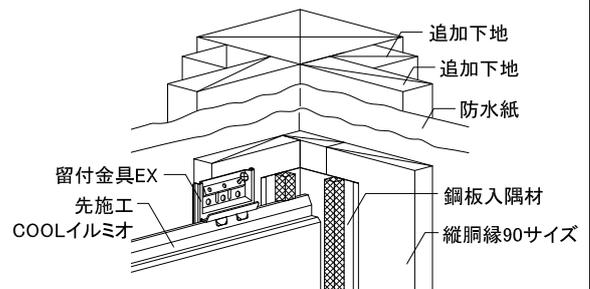

図2 先施工COOLイルミオの施工
- 実に留付金具EXを確実に納め、モエン用釘(ステンスリング釘φ2.3×38mm)または専用ビス(φ4.1×35mm)で留め付ける。(鋼板入隅材とCOOLイルミオに隙間がある場合は横ずれ防止のためにスペーサーを使用して隙間を埋める)(図2参照)